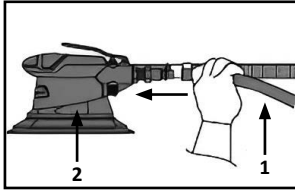

Fig. 6
1. Débrancher le tuyau d'air (1) de l'outil (2). (Fig. 6)